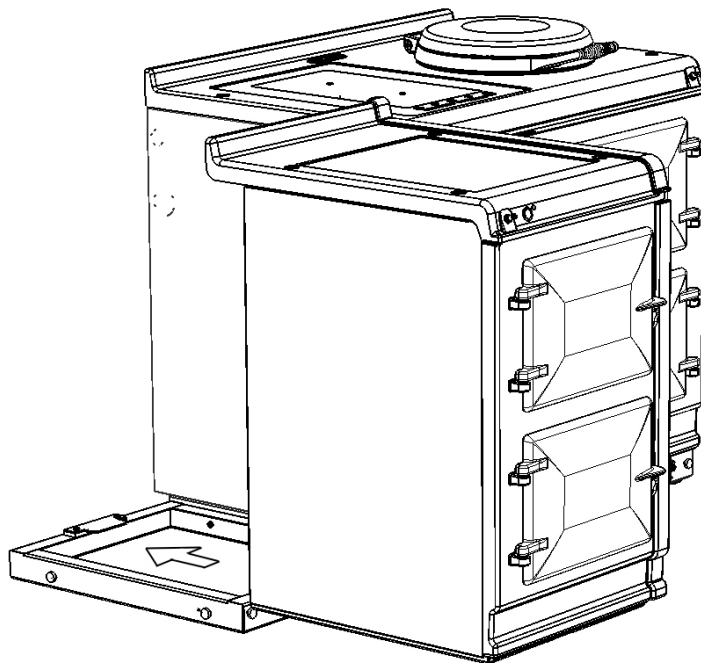

Fig. 5.7
6. Schuif de hotcupboard op de plint totdat de achterste beugel helemaal in de achterzijde van de basisgleuf zit (**Fig. 5.7**). Zorg ervoor dat het apparaat recht is uitgelijnd ten opzichte van de plint. Ga dan verder met de voorste beugel totdat deze in de gleuf aan de onderzijde van de basisplaat past. Als u tevreden bent met de positie van de voorste beugel, vergrendelt u deze door beide M6-schroeven helemaal aan te draaien.